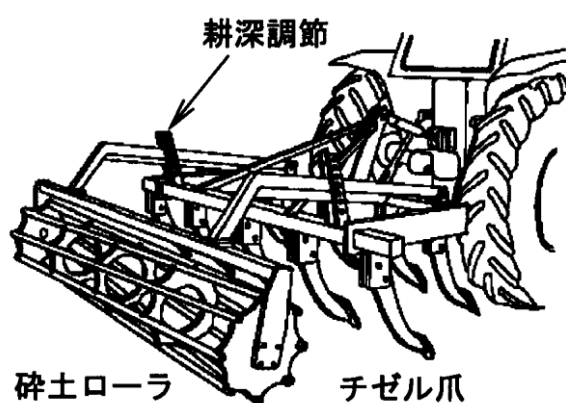

図1 チゼルプラウの外観
(1)チゼルプラウは、チゼルと呼ばれる細い鉄の爪を 25～30cm 間隔で配列し、トラクタでけん引して作土層をひっかくように耕起する作業機である(図1)。爪で耕起された部分は細かく碎土され孔隙が大きく、爪と爪の間の部分は大きな土塊となる。